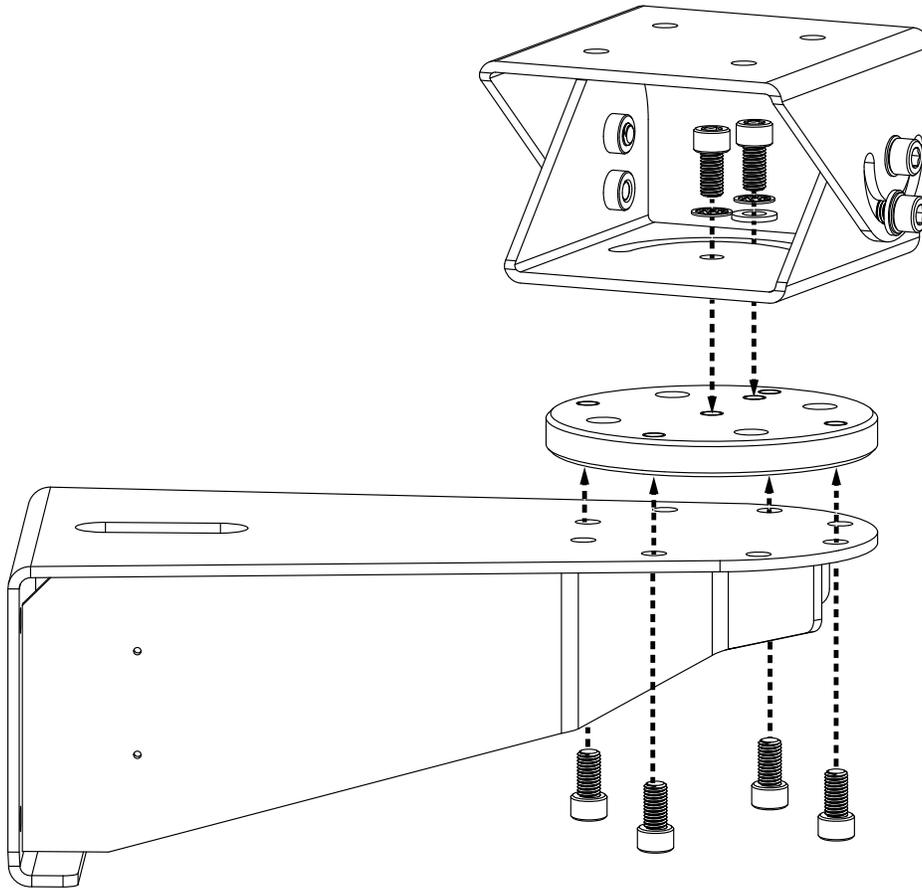

Figure 6.
1. Solidarisez l'embase avec la surface de fixation à l'aide des vis à tête plate M8 de la longueur appropriée. Vous pouvez également solidariser l'embase avec l'adaptateur de fixation murale WXM200 (Figure 5) ou la fixation sur piédestal PXM200 (Figure 6) à l'aide des écrous d'extrémité M10 de 1,5 x 16 mm. Serrez les écrous à un couple de 34 à 37 Nm.